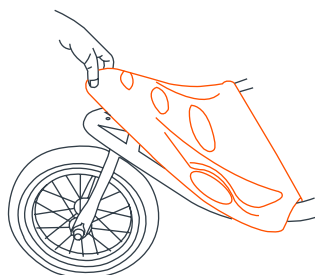

Fig. 7c
• Aligner le pare-chocs et presser sur le cadre avant (Fig. 7c).